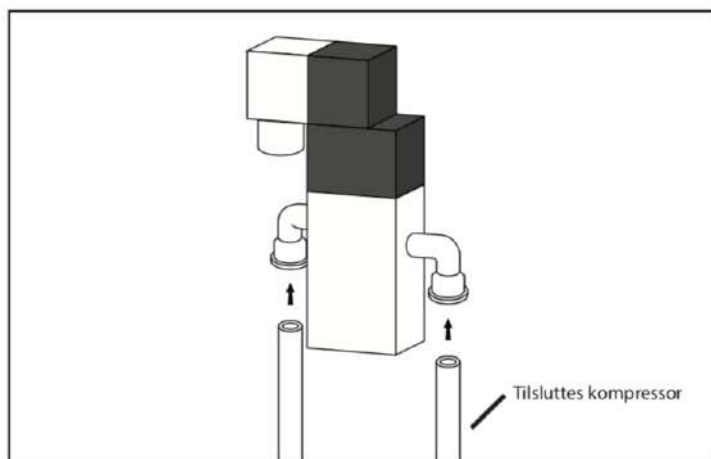

Fig. 24 – Anslutning av luftslang från utlösaren och till t-koppling
27. Montera nu luftslangen i utlösaren, för den vidare över till lyften tillsammans med oljeslangen och i t-kopplingen. (Se Fig. 24,24,1 och 24,2)